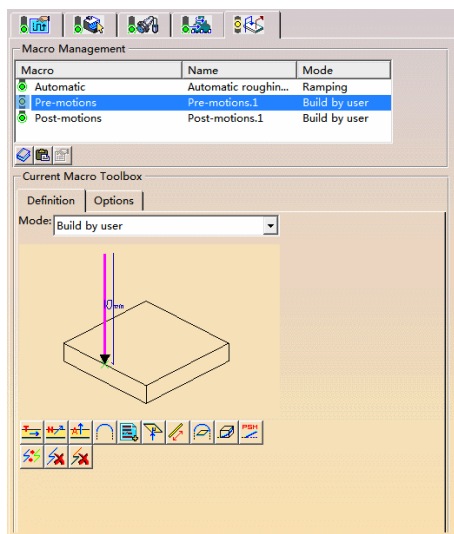

图 5-89 设置“Pre-motions”
- 在“Macro Management”区域的列表框选择“Pre-motions”, 单击 Add axial motion 按钮, 如图 5-89 所示。